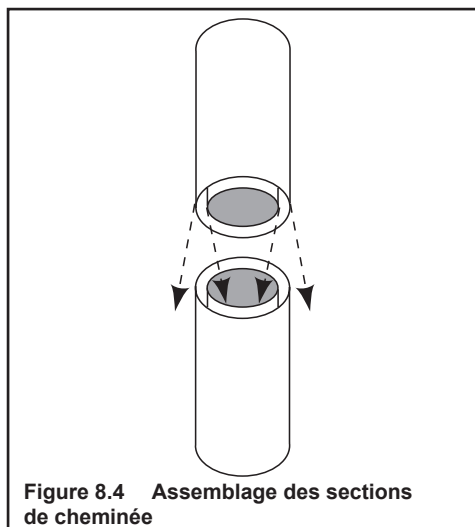

Figure 8.4 Assemblage des sections de cheminée
- Placez le conduit intérieur à l'intérieur de la section de cheminée sous celle-ci. Placez l'enveloppe extérieure à l'extérieur de l'enveloppe extérieure de la section de cheminée sous celle-ci. Se référer à la figure 8.4.